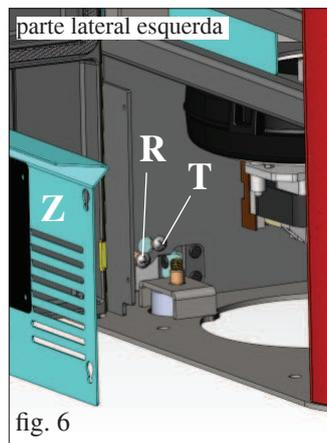

fig. 6
Verificar o alinhamento vertical das partes laterais em cerâmica (C) e efetuar eventuais regulações através dos parafusos postos sobre o elemento de cobertura (V - fig. 5) e, no interior da salamandra, através dos parafusos (R - fig. 6/7).
**Importante:** antes de efetuar a operação retirar o painel zincado (Z - fig. 6/7) em ambos os lados e afrouxar os parafusos de travamento (T - fig. 6/7).